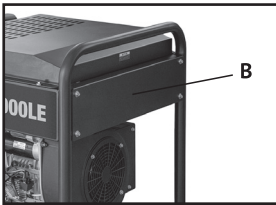

Рис. 9
- Отвинтить винты и снять защитную крышку **В** воздушного фильтра (Рис.9, 10 и 10а).